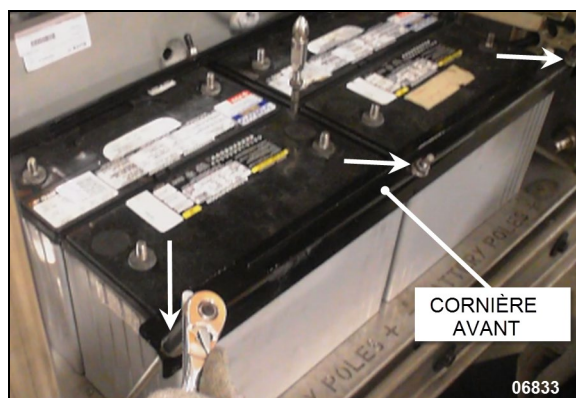

FIGURE 45: RETIRER LA CORNÈRE AVANT
5. Dévisser les trois écrous (pointe d'une flèche) et retirer la cornière avant (FIGURE 45).